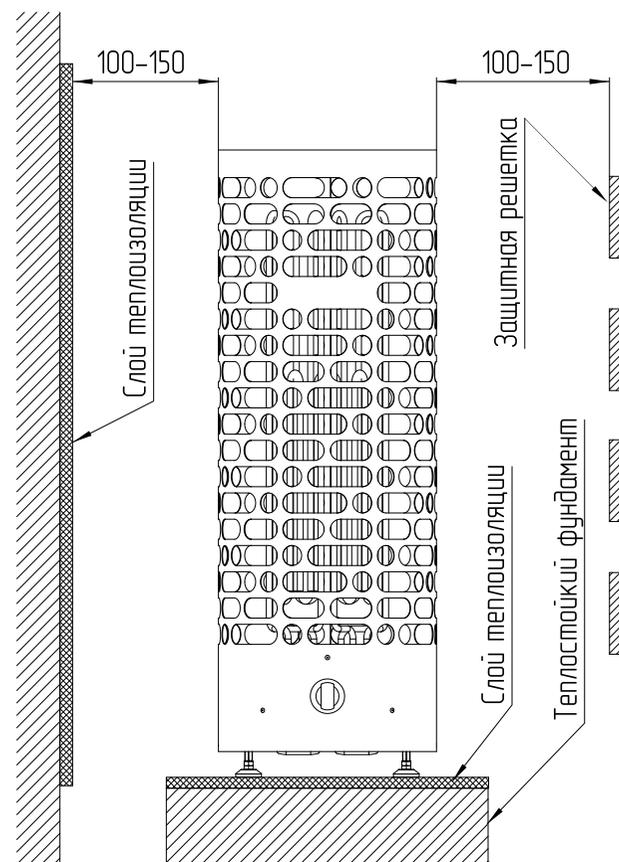

Рис.4 Схема размещения электрокаменки в помещении
Минимальные безопасные расстояния показаны на **Рис.4.**
Расположение электрокаменки в помещении с учетом необходимого для обслуживания расстояния показано на **Рис.4**.
- Место для каменки выбрано правильно, как указано на **Рис.4**.